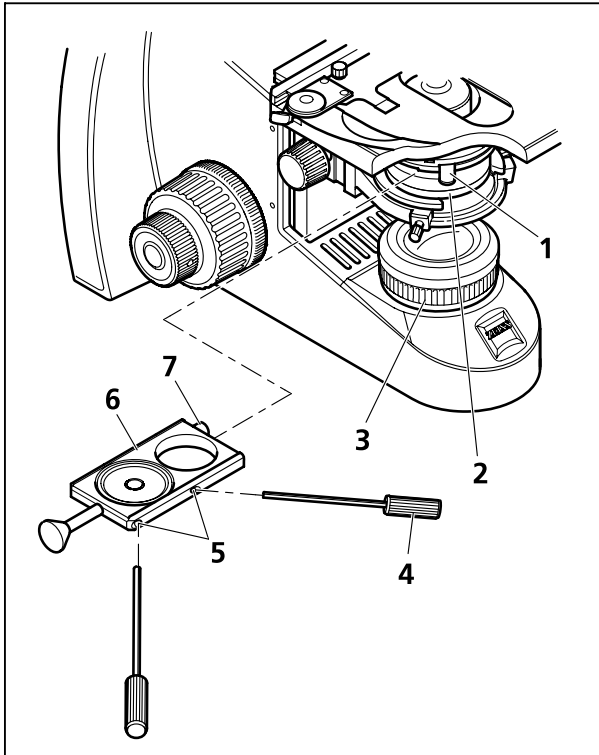
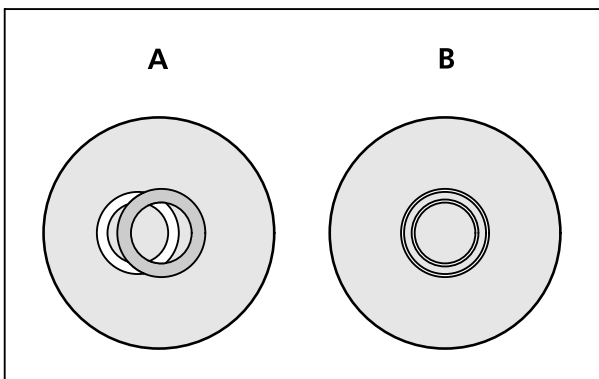

Fig. 22 Mise en place du coulisseau
Fig. 23 Centrage du diaphragme annulaire
- Ouvrez le diaphragme de champ lumineux situé sur le statif (Fig. 22/3, dans la mesure où il est réglable) et, avec la manette (Fig. 22/1) ouvrez le diaphragme d'ouverture situé dans le condenseur Abbe (Fig. 22/2).
- Mettez en place le coulisseau correspondant à l'objectif utilisé : avec une position (Fig. 22/6) ou deux positions (Fig. 22/9) pour contraste de phase (Ph).
- Coulisseau Ph 1, Ph 2 ou Ph 3 (Fig. 22/6) : Dévissez la vis (Fig. 22/7). Introduisez le coulisseau par la gauche dans le condenseur Abbe et remettez la vis (Fig. 22/7) en place.
- Coulisseau Ph 1 / H / Ph 2 (Fig. 22/9) : Dévissez la tige (Fig. 22/8) située à droite. Introduisez le coulisseau par la gauche dans le condenseur Abbe (Fig. 22/9) (les lettres Ph 1 et Ph 2 sont lisibles de face, en position droite et non inversée). Revissez la tige.
- Vérifiez le centrage du diaphragme annulaire comme le montre l'image de la Fig. 23. A cet effet, retirez un oculaire et remplacez-le par le dioptré.
- Si nécessaire, corrigez le centrage du diaphragme annulaire (Fig. 23/A) à l'aide des deux vis du coulisseau (Fig. 22/5) et des deux clés à six pans de 1,5 mm (Fig. 22/4), de façon à obtenir l'image représentée dans la (Fig. 23/B).